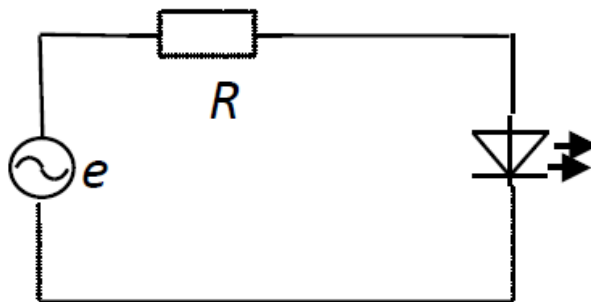

Рис.1
1. В схеме рис.1 действующее значение напряжения источника питания $E=10\text{ В}$; величина ограничивающего сопротивления $R=1\text{ кОм}$;